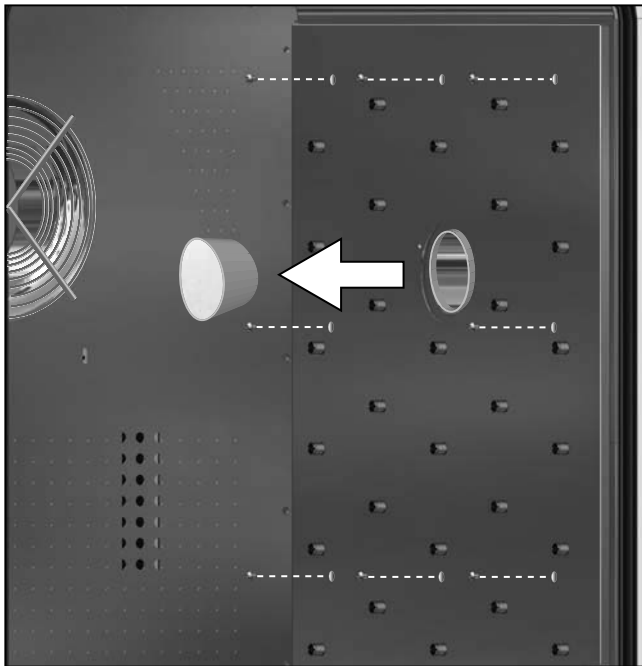
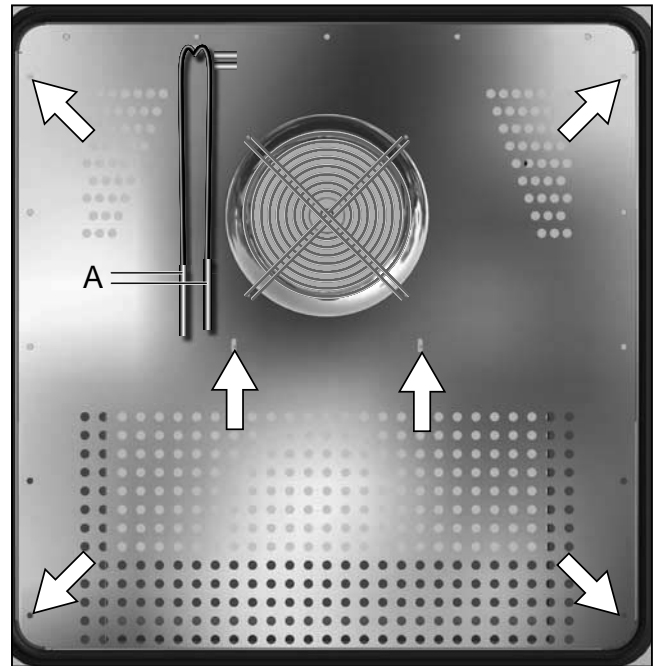

Abb. 35
Abb. 36
1. Silikonstopfen herausziehen, jeweils 8 Innensechskantschrauben der linken und der rechten Seitenwand entfernen und Wände herausnehmen (Abb. 35).
2. Beide Temperaturfühler aus ihren Halterungen ziehen und herabhängen lassen (Abb. 36, A).
3. Prüfkammer-Rückwand demontieren; dazu 4 Schrauben an den Ecken und 2 Schrauben unter dem Lüfter entfernen und Blech schräg herausziehen (Abb. 36). Dabei darauf achten, dass die Temperaturfühler durch den Ausschnitt im Blech geführt werden und im Innenraum verbleiben.
5. Nach der Reinigung Prüfkammer-Rückwand schräg in die Prüfkammer schieben. Dabei die beiden Temperaturfühler durch den Ausschnitt oben im Blech fädeln (Abb. 36, A).
7. Temperaturfühler (A) in ihre Halterungen stecken.
8. Seitliche Innenraumbleche rechts und links einsetzen und mit jeweils 8 Schrauben befestigen (Abb. 35). Silikonstopfen wieder einsetzen.